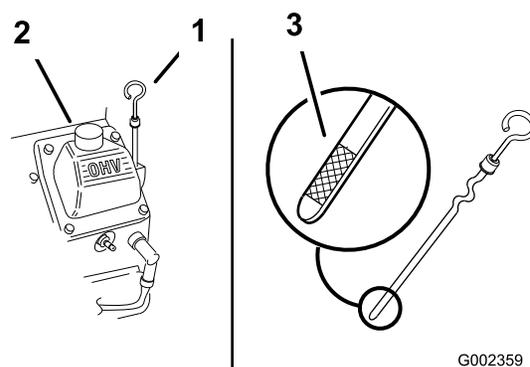

図 18
3. 給油口からゴミが入ってエンジンを傷つけないように、ディップスティック (図 18) の周囲をウェスできれいに拭く。
4. ディップスティック (図 18) を抜き取り、付いているオイルをウェスで拭きとる。
5. ディップスティックを補給管一杯に差し込む (図 18)。ただしネジ込まないこと。
6. 補給管 (図 18) から、必要量の80% 程度のオイルをゆっくり入れる。